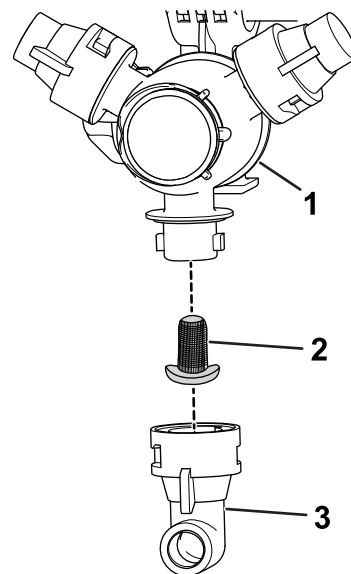

Figure 104
2. Retirez la buse de la tourelle de pulvérisation (Figure 104).
3. Retirez le filtre de buse usagé (Figure 104).
4. Montez le filtre de buse neuf (Figure 104).
5. Installez la buse sur la tourelle de pulvérisation (Figure 104).